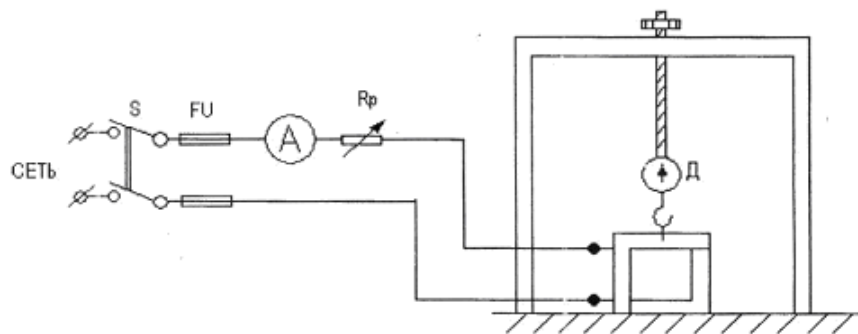

Рис.3.1
1. Собрать электрическую цепь по схеме рис. 3.1